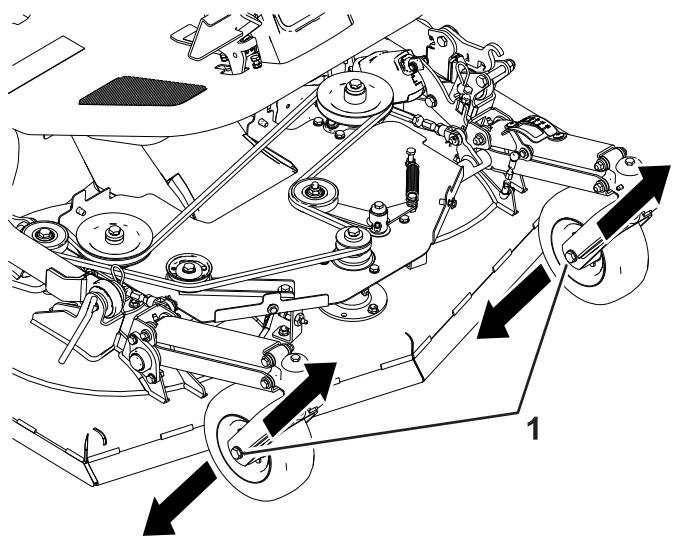

Figura 104
- A. Afloje el perno de la rueda giratoria en un lado (Figura 104).
- Ajuste el perno de la rueda giratoria en la ranura y apriete el perno (Figura 104).